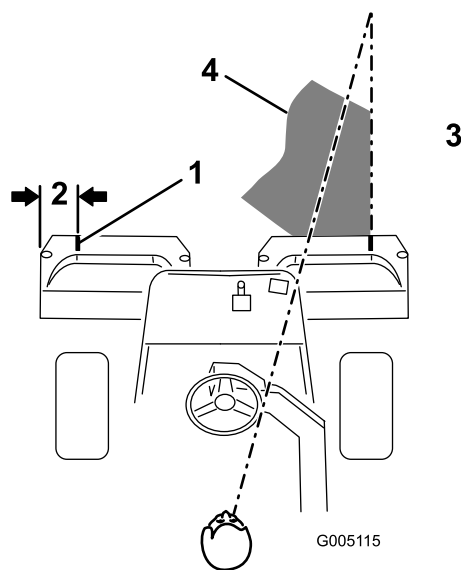
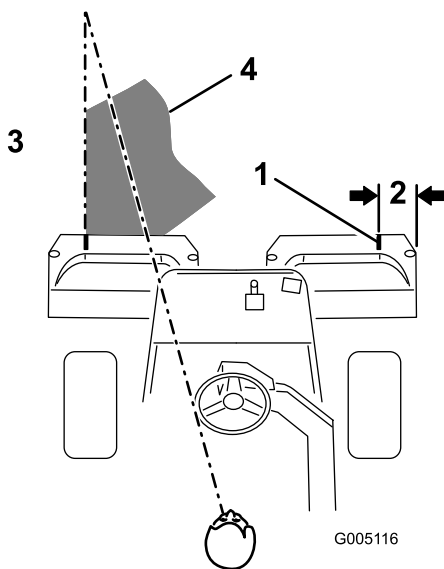

Bild 22
Bild 23
2. Bringen Sie einen Streifen weißes Isolierbands an jedem Korb an, oder zeichnen Sie eine Linie. Das Isolierband bzw. die Linie sollten parallel mit der äußeren Kante jedes Korbs verlaufen (Bild 22).
sollten Sie sich eine imaginäre Sichtlinie ungefähr 1,8 bis 3 m vor der Maschine bis zum Rand des noch ungemähten Teils der Grünfläche vorstellen (Bild 22 und Bild 23). Manche Leute finden es auch hilfreich, die äußere Kante des Lenkrads in die Sichtlinie mit einzubeziehen, d.h. sie halten das Lenkrad in einer Linie mit einem Punkt, der immer im gleichen Abstand von der Vorderseite der Maschine bleibt (Bild 22 und Bild 23).